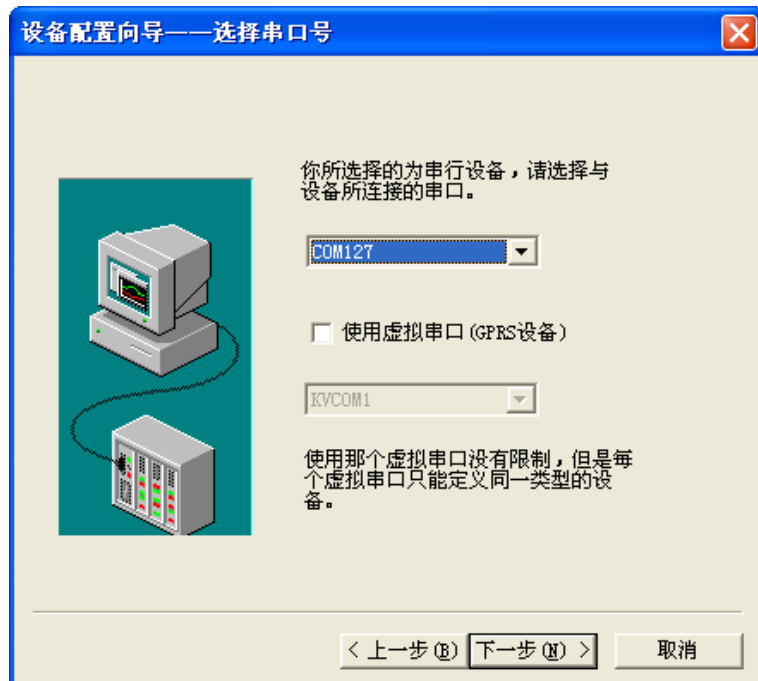

图 B-3-6
(2) 选择“串口号”，选择一个不存在且与其他不冲突的串口号，如图 B-3-6: